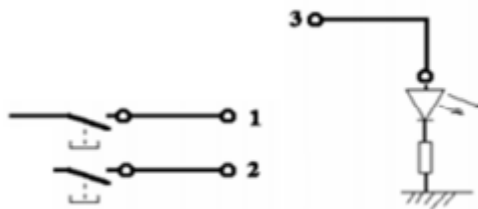

Figure 02
- Relier la broche sortie de chaque porte logique à une diode électroluminescente (diode DEL) (voir Figure 02).